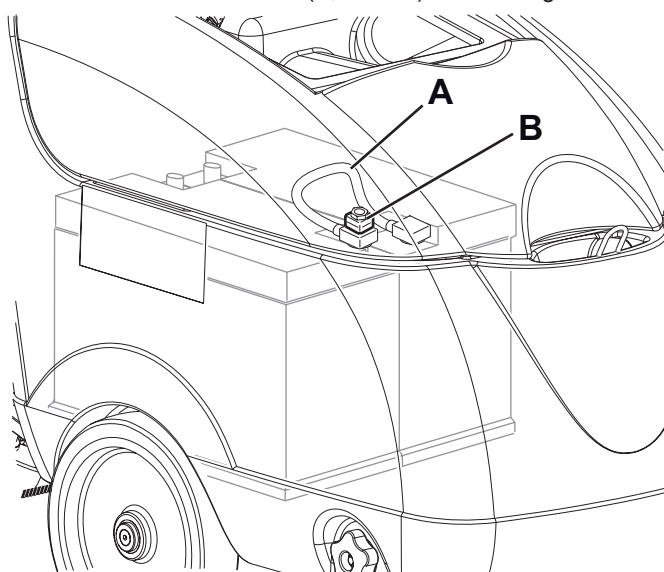

Afb. 10
1. Ontkoppel de stekker van de accu's (29).
2. Draai de schroeven los (A, Afb. 10) en verwijder voorzichtig de afdekking (B) van het kastje met de elektrische onderdelen.
- (C): Stripzekering F1 (40 A), motor borstel
- (D): Bladzekering F2 (30 A), aanzuigmotor.
- (E): Bladzekering F3 (5 A), magneetklep en elektronische installatie
- (F): Glaszekering F4 (20 A), loskoppelingssysteem borstel